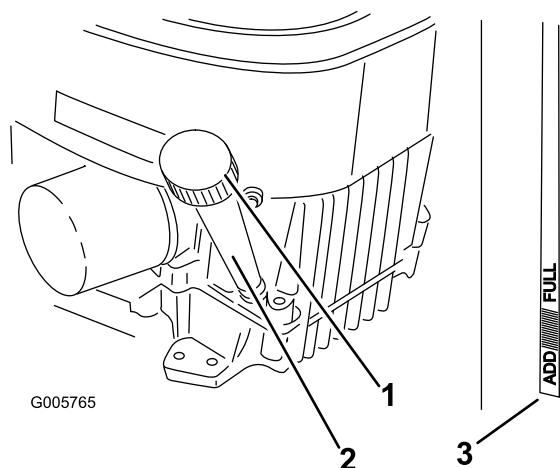

Figura 35
4. Pulite attorno all'asta di livello (Figura 35) in modo che la morchia non possa penetrare nel foro di rifornimento e danneggiare il motore.
5. Svitare l'asta di livello dell'olio e tergete l'estremità (Figura 35).
9. All'occorrenza, cambiate il filtro dell'olio (Figura 35).
10. Pulite la zona circostante l'asta di livello dell'olio e svitare il tappo (Figura 35).
11. Versate lentamente nel tubo di rifornimento (Figura 35) l'80% circa dell'olio indicato.